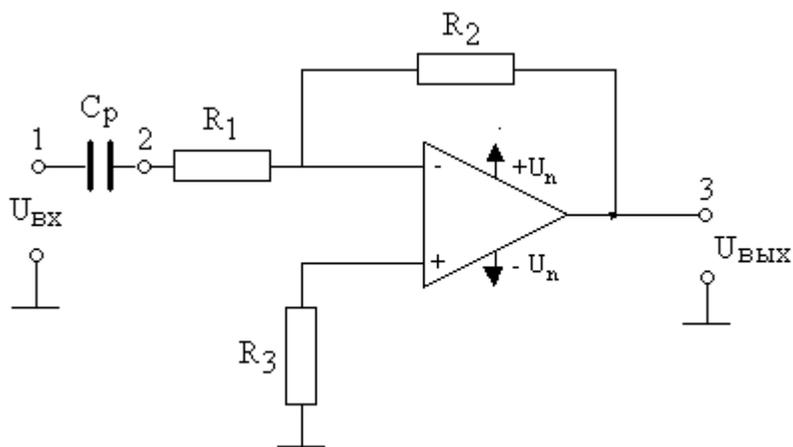

Рис. 46
1. Приведите в отчете справочные параметры и характеристики ОУ КР544УД2. Проведите их анализ, оцените близость рассматриваемого ОУ к идеальному. Изучите рабочую плату, схема которой показана на рис. 46, и определите номиналы ее элементов.
2. К входу усилителя без разделительного конденсатора C_p (узел 2) и выходу (узел 3) операционного усилителя в инвертирующем включении (рис. 46), подключите левый и правый каналы электронного осциллографа соответственно. На вход (узел 1) подайте напряжение с действующим значением 0,1В и частотой 28 кГц от генератора гармонических сигналов.
7. Проведите имитационное моделирование исследуемого усилителя (рис. 46) с помощью программ MicroCAP или WorkBench. Сравните результаты моделирования и экспериментальных исследований.
8. Самостоятельно смонтируйте цепь на рис. 46 и экспериментально исследуйте ее характеристики.